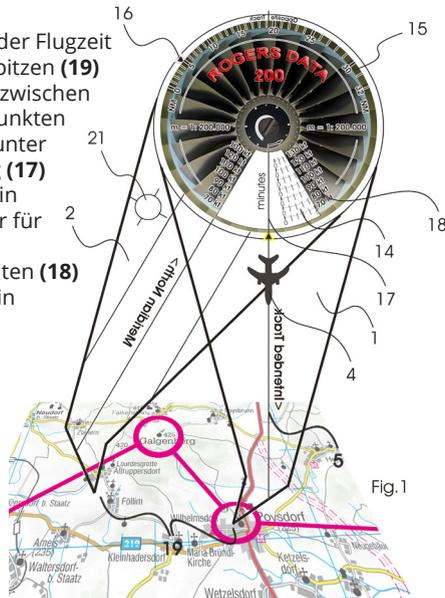

Fig. 1
Um aus einer Navigationskarte Entfernungen entnehmen zu können, ist auf der Vorderseite (Fig. 1) im oberen Bereich des Rogers Data Navigationszirkels® eine Skala (15) ausgeführt. Dort kann man bei der Markierung (16) jene Entfernungen in NM (Nautischen Meilen) ablesen, die man mit den Spitzen (19) der beiden Zirkelschenkel von einer Karte abgreift. Umgekehrt können Entfernungen am Navigationszirkel eingestellt und mit den Zirkelspitzen (19) in eine Navigationskarte übertragen werden.